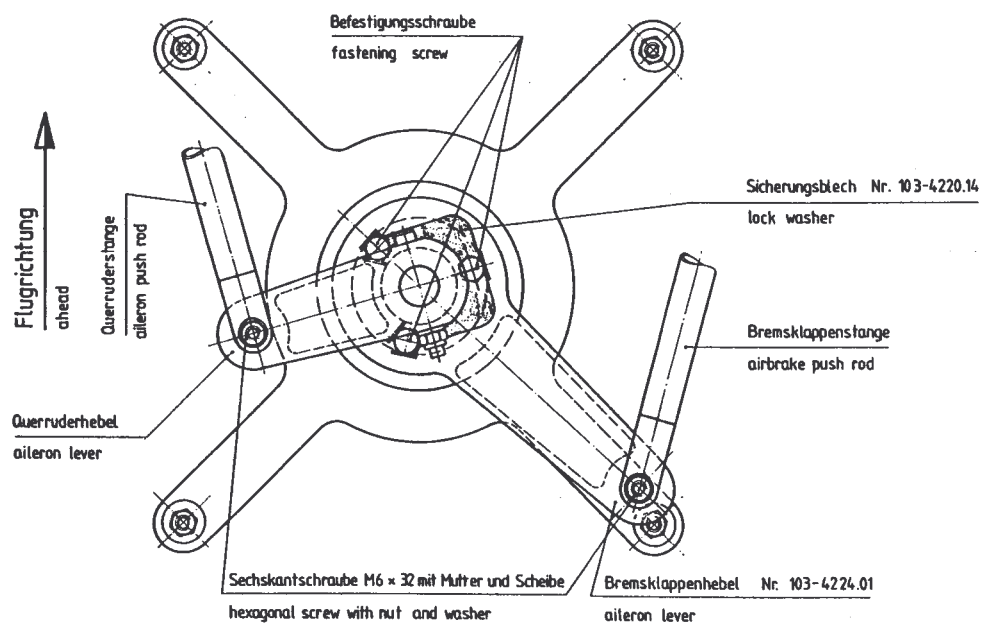

Abbildung 1:
9. An den unteren Hebeln der Steuerungseinheit werden die Steuerstangen wieder angeschlossen. Die rechts verlaufende Querruderstange führt zu dem untersten, kürzeren Hebel. Die links verlaufende Bremsklappenstange führt zu dem darüberliegenden längeren Hebel. (Siehe Abbildung 1 und 5). Die Sechskantschrauben werden von oben in die Stangengabel eingesetzt und mit Scheibe und neuer Stopmutter festgeschraubt.
5. Das Sicherungsblech Nr. 103-4220.14 wird am unteren Bremsklappenhebel Nr. 103-4224.01 angebracht. (Siehe Abbildung 1 und 2). Dazu werden die 3 Befestigungsschrauben (M6/SW 10) gelöst und ca. 2 Umdrehungen herausgedreht. Das Sicherungsblech wird nach Abbildung 1 und 2 unter die Befestigungsschrauben geschoben und diese wieder **fest** angezogen. Gewalt ist zu vermeiden, um die Gewinde in der Aluminiumwelle nicht auszureißen. Die 5 Lappen des Sicherungsbleches werden nach Abbildung 1 und 2 hochgebogen. (Empfohlenes Werkzeug: Schraubenzieher und Hammer). Sie müssen eng an den Planflächen des Befestigungsschraubenkopfes anliegen.
4. Nun wird die Steuerungseinheit, auch „Spinne“ genannt, ausgebaut. (Abb. 1) Sie liegt mit 4 Armen auf dem Zwischenboden auf und ist mit 4 Sechskantschrauben (M6, Länge 40, SW 10) befestigt. Beim Lösen werden die Stopmuttern unter dem Zwischenboden gegengehalten. Die Spinne kann nun nach oben herausgenommen werden. Gegebenenfalls müssen die unteren Hebel etwas gedreht werden, um durch die Öffnung